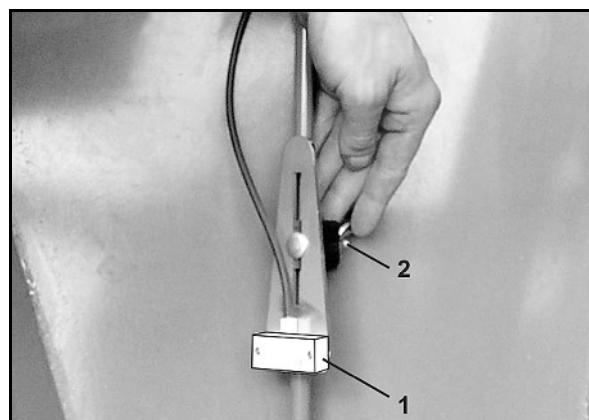

Рис. 74
3. Открутите гайку-баращек (Рис. 74/2).
4. Установите высоту датчика уровня (Рис. 74/1) в соответствии с необходимым остаточным количеством посевного материала.
5. Затяните гайку-баращек (Рис. 74/2).
Монтаж датчика уровня выполняйте как показано на рисунке (Рис. 74)!